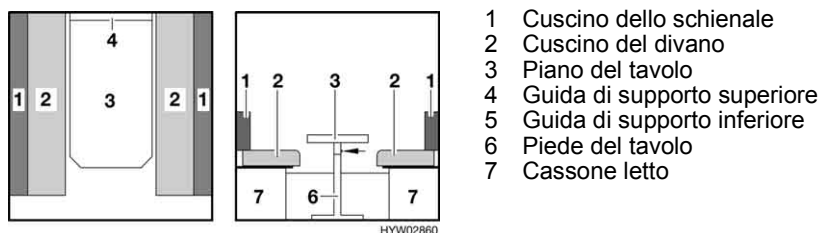

Fig. 75 Prima della trasformazione
- Sistemare i cuscini del divano (Fig. 75,2).
- Sollevare leggermente il piano del tavolo in avanti (Fig. 75,3).
- Sbloccare il piede del tavolo (Fig. 75,6) dall'elemento di fissaggio e ribartarlo verso l'alto sul lato inferiore del tavolo.